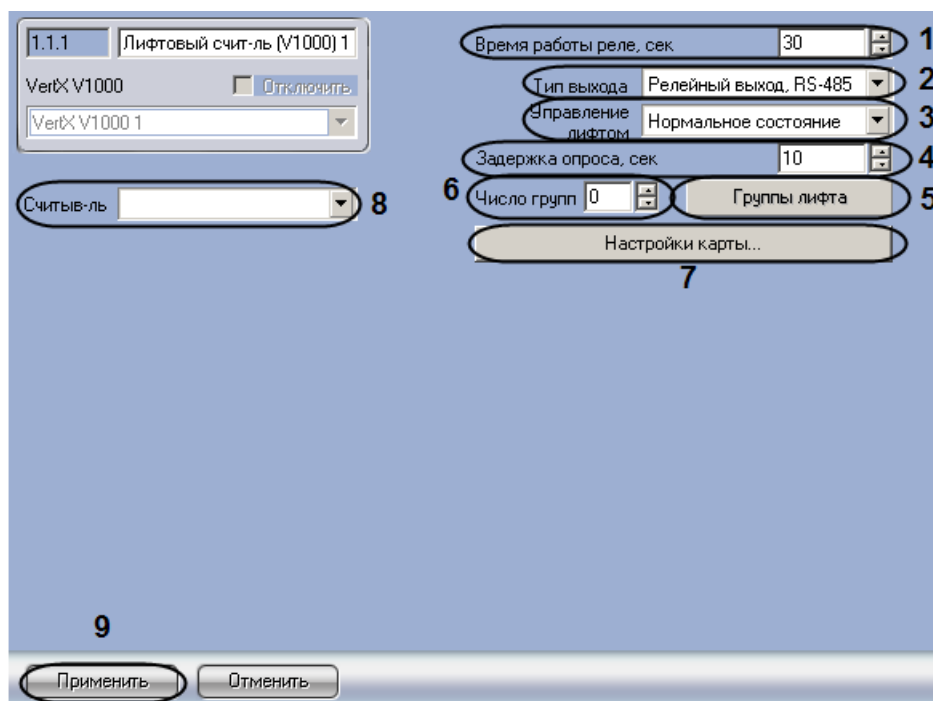

Рис. 3.7—5 Настройка лифтовых считывателей
2. Установить время в секундах пребывания реле лифтового считывателя в активированном состоянии в соответствующем поле (см. Рис. 3.7—5, 1).
3. Выбрать способ подключения выхода лифтового считывателя: через интерфейсы RS-485 или RS-232 (см. Рис. 3.7—5, 2).